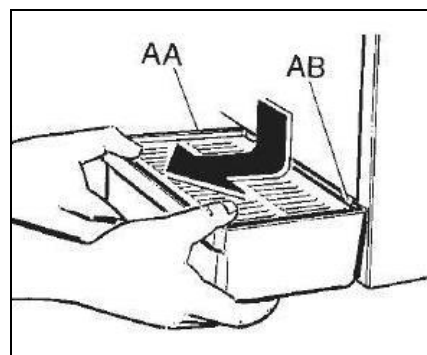

Fig. 12
- **S**montare la vaschetta raccogli gocce (AA) ruotandola leggermente verso l'alto e tirandola verso l'esterno (vedi fig. 12).